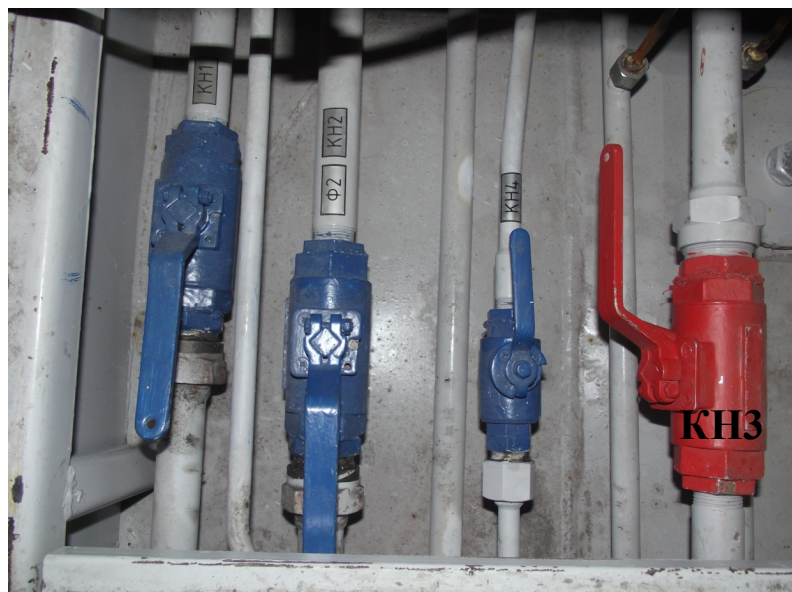
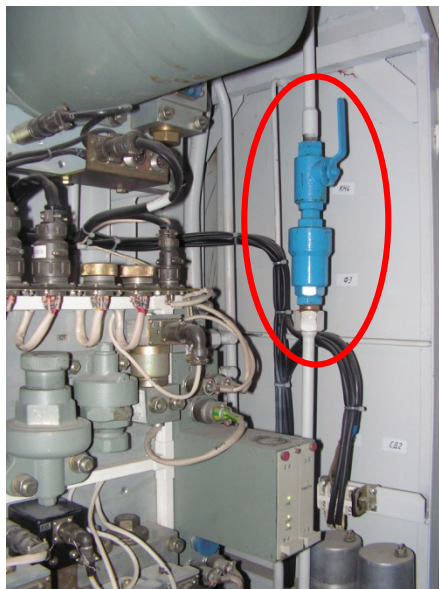

Рисунок 10 – Разобщительные краны КН1, КН2, КН3 и КН4
Рисунок 11 – Кран KN4 в шкафу УКТОЛ
- перекрыть разобщительные краны расположенные под настилом (рис.10): KN1 (питательная магистраль к блоку электропневматических приборов), KN2 (питательная магистраль к блоку тормозного оборудования), KN3 (тормозная магистраль к блоку электропневматических приборов) KN4 (питательная магистраль к реле давления крана вспомогательного тормоза усл.№404). При отсутствии крана KN4 под поликом, он может находиться в шкафу УКТОЛ (рис.11). На электровозах с №470 кран KN4 не устанавливается.
- б. Перекрыть кран КНЗ расположенный под поликом у шкафа УКТОЛ (рис. 10) или перекрыть концевые краны тормозной магистрали между локомотивом и первым вагоном.